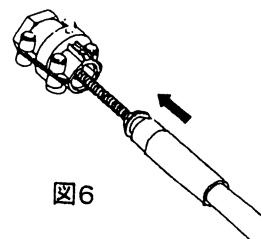
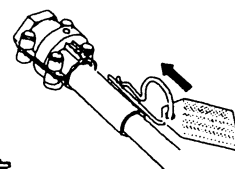

図6
図7
(1) NFBセーフT- II
- ① ヘルムのケーブル取付け口からヒッチピンを外して下さい。(ヒッチピンからタグを外さないで下さい)
- ② ステアリングケーブルからプラスチックスリーブを外し、ケーブルエンドのグリスの上にほこり等が付いていないかを確認して下さい。
- ③ ケーブルエンドをヘルムの上部入口より内部ギヤーに突当るまで押込み、ステアリングホイールを時計と反対に回し、ケーブルを送込んで下さい。(図6参照)
- ④ ケーブルの端部がヘルムの入口に入ってホイールが回らなくなるまで回し続けて下さい。ここでロックされるとカチッという音が聞こえます。ケーブル端部がヘルムの口の部分にしっかり留まっていることを確認して下さい。
- ⑤ 図7のようにヒッチピンを元の位置に戻して下さい。ヒッチピンからタグを外さないで下さい。
- ⑥ 左右いっぱいホイールを回して、ヘルムとケーブルが確実に固定されていること確認して下さい。